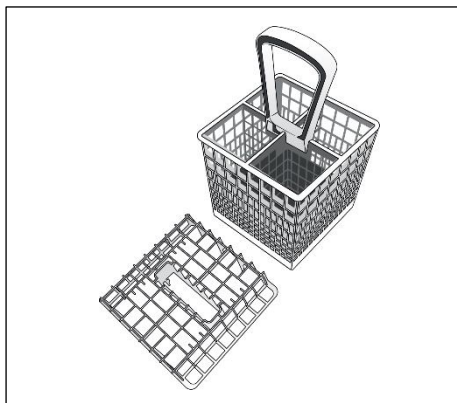

Fig. 5.
• AQUAPROTECT - TUBE D'ALIMENTATION AVEC PROTECTION (fig. 5):
- Les couverts doivent être placés manche vers le bas dans le panier à couverts, que l'on placera à son tour dans le panier inférieur (fig.5) en s'assurant qu'il n'entrave pas la rotation des bras de lavage.
Le couvercle du panier à couverts peut être retiré pour permettre différentes possibilités de chargement (fig.5).